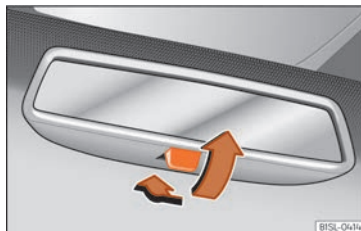

Fig. 87 Retrovisor antideslumbrante manual.
- Para oscurecer el retrovisor, tire de la palanca hacia atrás » fig. 87.